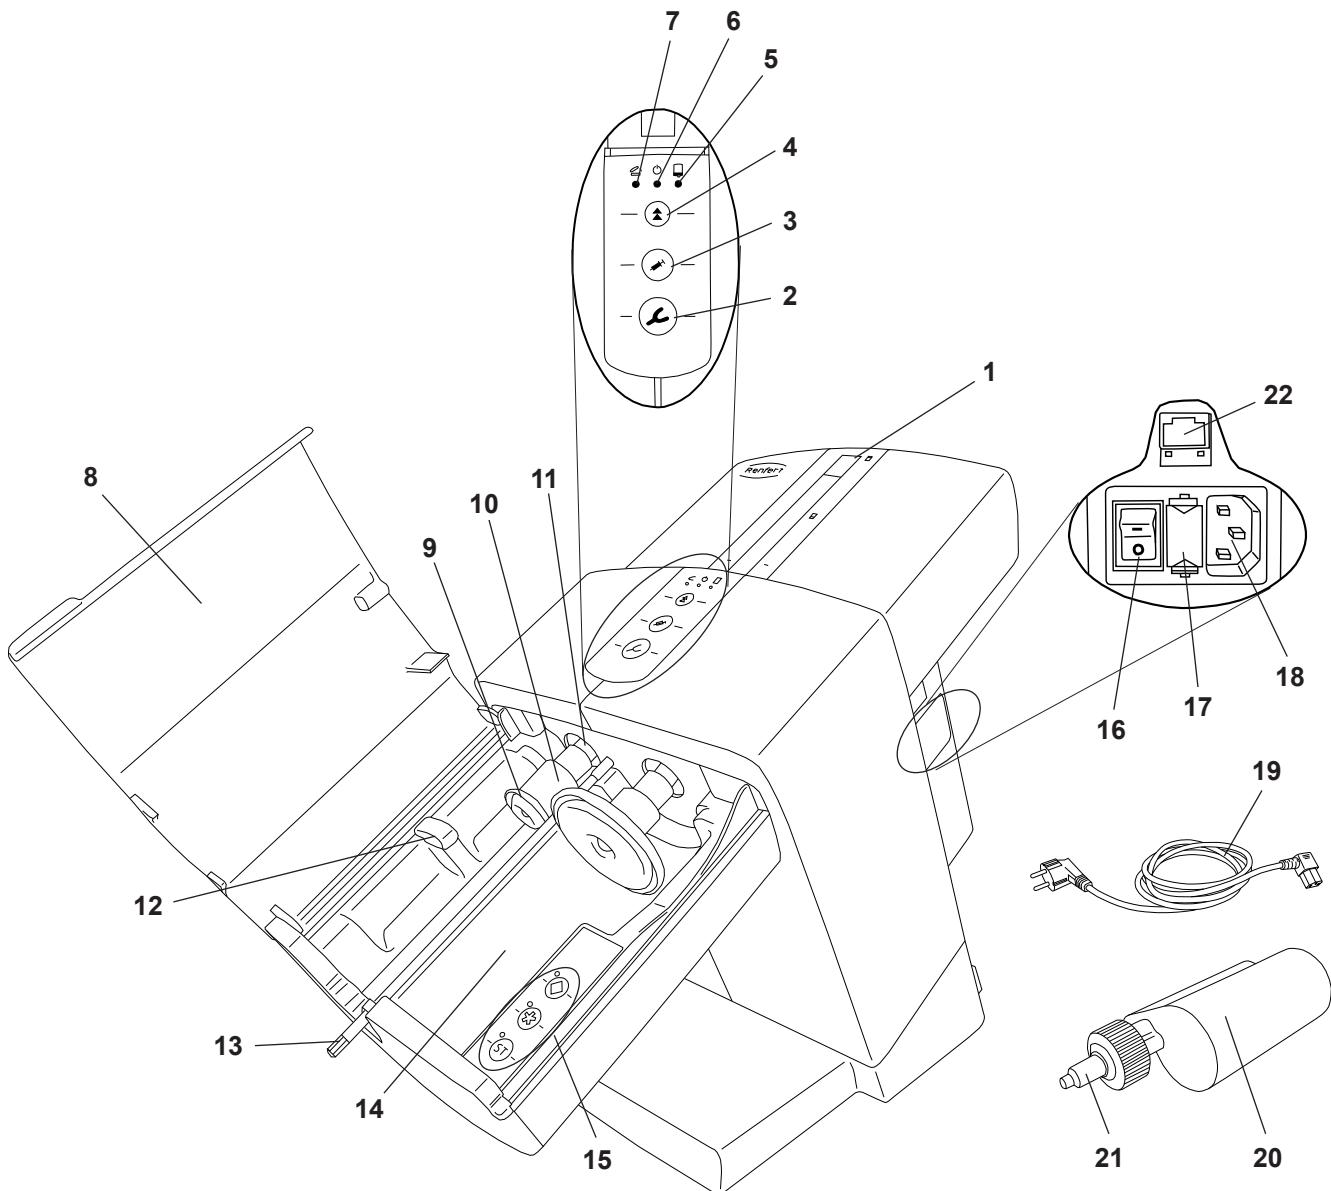
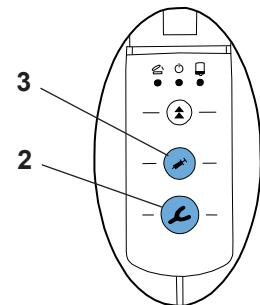

Fig. 1
Fig. 8
- ⇒ Sett den medfølgende nettkabelen (19, Fig. 1) i strømkontakten (18).
- ⇒ Slå på apparatet på strømbryteren (16).
- ⇒ Trykk på tilbaketrekingstasten (4).
- ♦ Trykkplatene (9, Fig. 1) kjører tilbake i utgangsstilling og stopper.
- ⇒ Åpne enhetsdekslet (8, Fig. 1).
- ⇒ Fjern transportsikringen (23).
Det er kun mulig å legge inn og bytte patron, når de to trykkplate-ne (9, Fig. 1) er i utgangsstillingen.
⇒ Lukk enhetsdekslet (8, Fig. 1).
⇒ Åpne enhetsdekslet (8, Fig. 1).
Apparatluken kan lukkes når en patron er lagt inn korrekt. Så lenge apparatlukene ikke er forskriftsmessig lukket, lyser den røde LED-en "Apparatluke åpen" (7, Fig. 1).
- Hvis brukeren trykker på en av leveringstastene (avtrykksbrett (2, Fig. 8) eller dispenseren (3, Fig. 8)) uten å velge et blandeprogram, aktiveres ST -programmet automatisk. Lysdioden ved siden av ST -tasten tennes.
- ⇒ Trykk mateknapp (2) eller (3) og hold trykket:
- avtrykkskjje (2), høy utpressingshastighet eller
- dispenser (3), lav utpressingshastighet
- ◆ Blandersekskanten (13, Fig. 1) begynner å rotere og mates automatisk inn i blandedysen (21, Fig. 1) og stopper igjen.